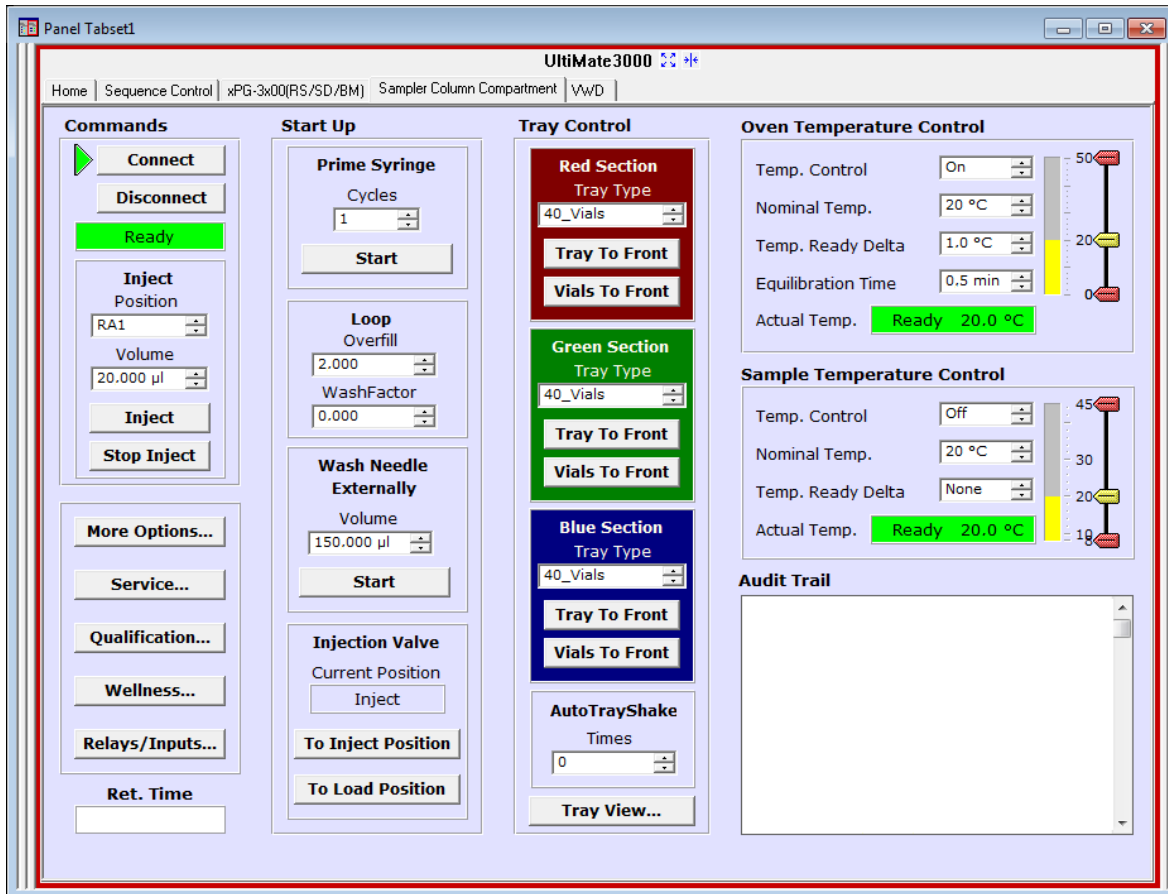

Abb. 31: Steuerfenster für den Autosampler innerhalb eines Panel Tabsets
Chromeleon erstellt zentrale Steuerfenster (Panel Tabsets; → Abb. 31, Seite 66) für alle auf dem Server installierten Zeitbasen. Ein Panel Tabset enthält Steuerfenster für die einzelnen Geräte der Zeitbasis sowie ein oder mehrere Steuerfenster für systemweite Funktionen, z.B. für das Erstellen und Ausführung von Sequenzen. Weitergehende Informationen zu Panel Tabsets finden Sie in der *Chromeleon-Hilfe*.
2. Klicken Sie auf dem **Panel Tabset** für Ihre Zeitbasis die Registerkarte **Sampler Column Compartment** an (→ Abb. 31).